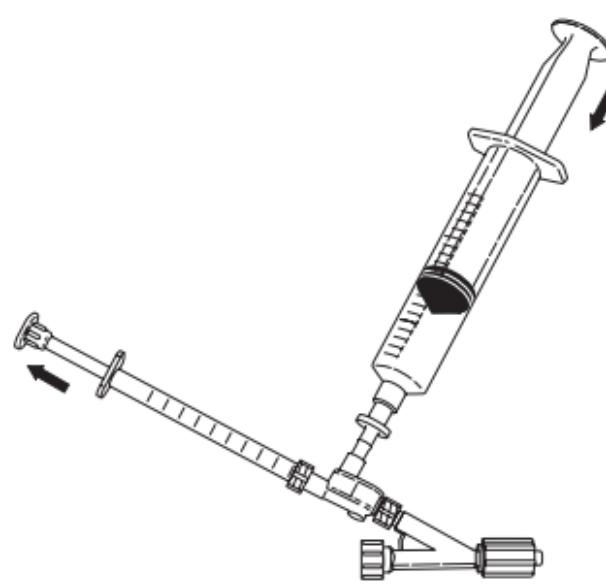

Fig. 4
- Raccorder la seringue de 1 mL à l'orifice d'injection et aspirer 0,5 mL de solution. Débrancher la seringue de 1 mL et en évacuer toutes les bulles d'air. Laisser un ménisque de solution dans l'orifice d'infection, avant de rebrancher la seringue de 1 mL, en appuyant légèrement sur la seringue de 20 mL pour amorcer l'orifice d'injection. Rebrancher la seringue de 1 mL sur l'orifice d'injection. (**Fig. 4**)